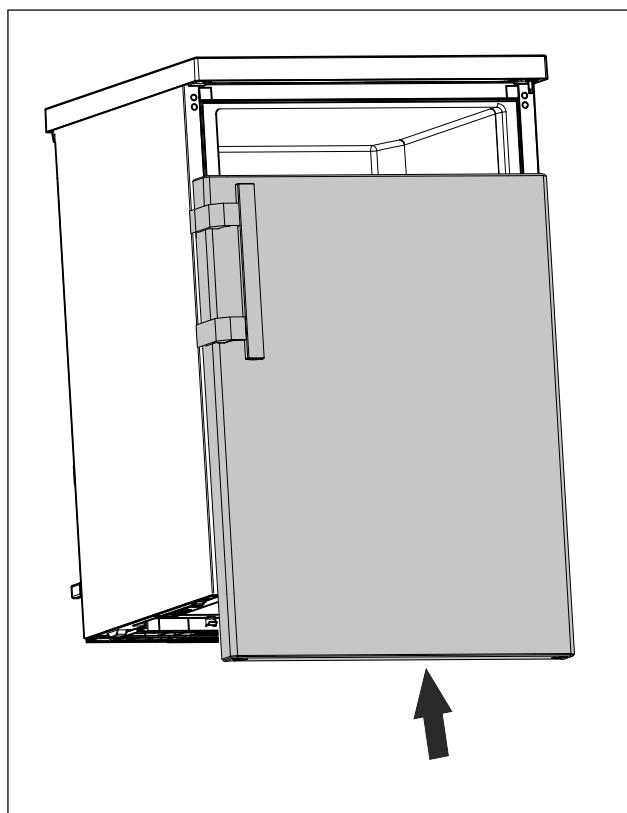

Fig. 19
- Tür im geschlossenen Zustand auf oberen Bolzen schieben. (siehe Fig. 19)